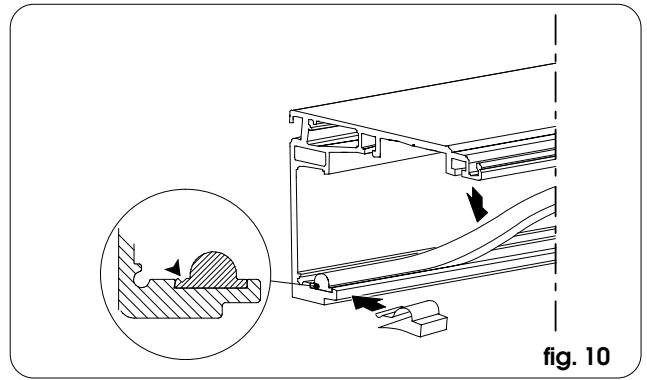

fig. 10
- Introduzca la guía de deslizamiento en su alojamiento y bloquéela en los extremos con las específicas pinzas elásticas (fig. 10). En las puertas de hoja doble también está prevista una pinza elástica que debe posicionarse centralmente.
- ➔ La guía no es simétrica, pero tiene un sentido de montaje: el lado con una pequeña garganta debe estar dirigido hacia la pared (fig. 10); Además la guía, en ambos extremos, debe resultar cerca de 1 cm. más corta que el perfil de soporte.